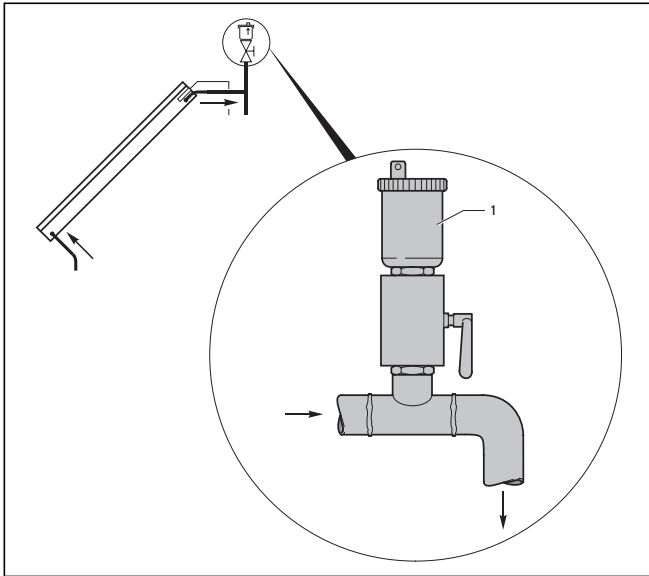

Fig. 4.2 Instalația de aerisire
- Aerisire printr-un aerisitor rapid automat cu robinet de blocare (→ Fig. 4.2)